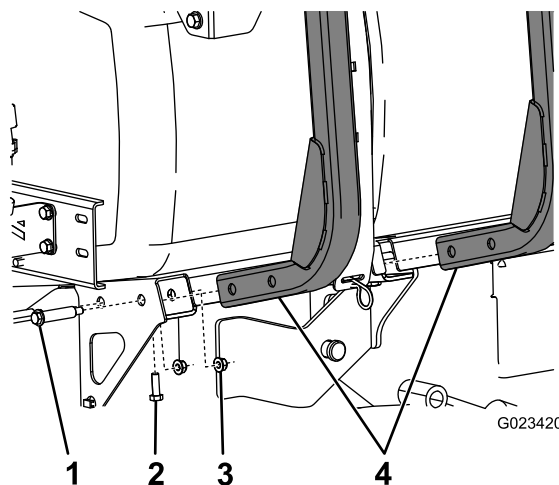

Figure 2
2. Fixez le dessous des cadres du dévidoir à la machine au moyen de 2 boulons (5/16") et 2 contre-écrous (Figure 2).
1. Fixez les 2 cadres du dévidoir sur le côté de la machine au moyen de 4 boulons à épaulement et de 4 écrous à embase (5/16"), comme montré à la Figure 2.